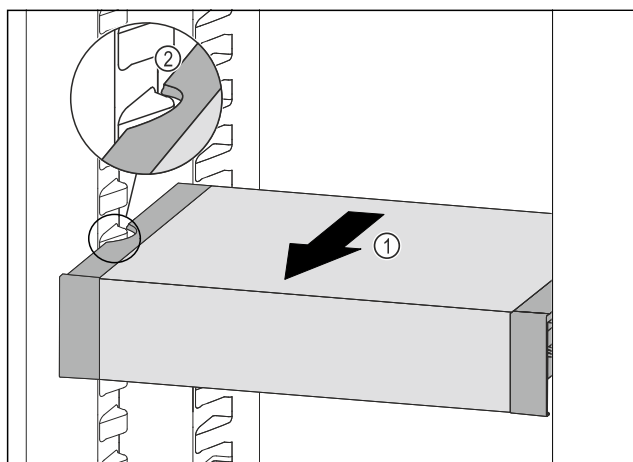

Fig. 188
- Tirare VarioSafe in avanti Fig. 188 (1) fino a quando le cavità laterali di VarioSafe non si trovano al livello della nervatura del contenitore nel vano frigorifero. Fig. 188 (2)